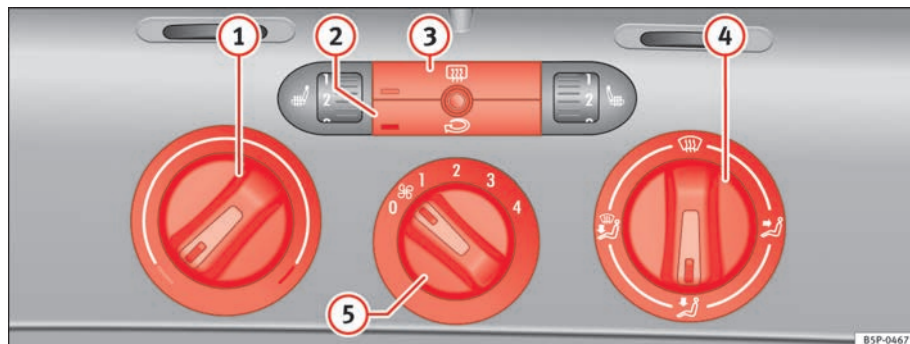

Abb. 127 In der Instrumententafel: Bedienelemente der Heizung
- Mit den Reglern ⇒ Abb. 127 ① und ④ und mit dem Schalter ⑤ stellen Sie die Temperatur, die Luftverteilung und die Gebläsestufe ein.
- Drücken Sie die jeweilige Taste ② bzw. ③, um eine Funktion ein- oder auszuschalten. Bei einer eingeschalteten Funktion leuchtet das Fenster unten links an der Taste auf.